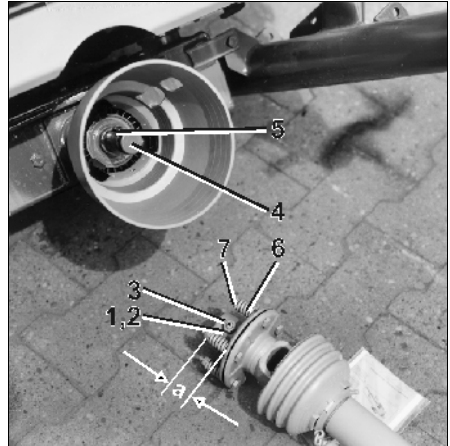

Fig. 81
Bei häufigem Abscheren der Scherschraube zwischen Anschlussgabel- und Getriebeeingangswellenflansch und bei Schleppern mit hart eingreifender Zapfwellenkupplung wird die Walterscheid-Gelenkwelle mit Reibkupplung empfohlen (Fig. 81).
- Kontermutter (Fig. 81/1) in Anschlussgabel von Reibkupplung lösen (bis der Gewindestift nicht mehr nach außen über die Kontermutter hinausragt), Innensechskant-Gewindestift (Fig. 81/2) herausdrehen und prüfen, ob sich die Anschlussgabel leicht auf die Getriebewelle aufschieben lässt.
- Anschlussgabel (Fig. 81/3) mit Fett bis zum Anschlag auf die Getriebeingangswelle (Fig. 81/4) aufstecken.
Auf vollständige Überdeckung der Paßfeder (Fig. 81/5) achten!
- Spezialgelenkwelle gegen axiale Verschiebung sichern. Hierzu Gewindestift mit Innensechskantschlüssel fest anziehen und mit Mutter (Fig. 81/1) kontern.
- Kontermutter (Fig. 81/1) in Anschlussgabel von Reibkupplung lösen. Gewindestift (Fig. 81/2) herausdrehen.
2. Federn (Fig. 81/6) durch Lösen der Muttern (Fig. 81/7) entlasten.